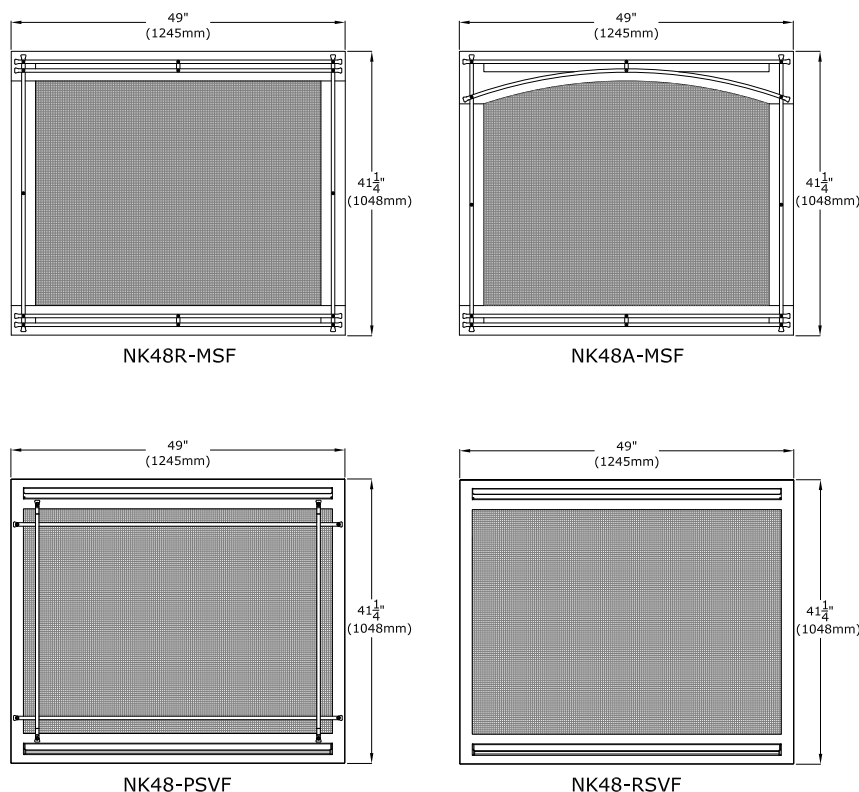
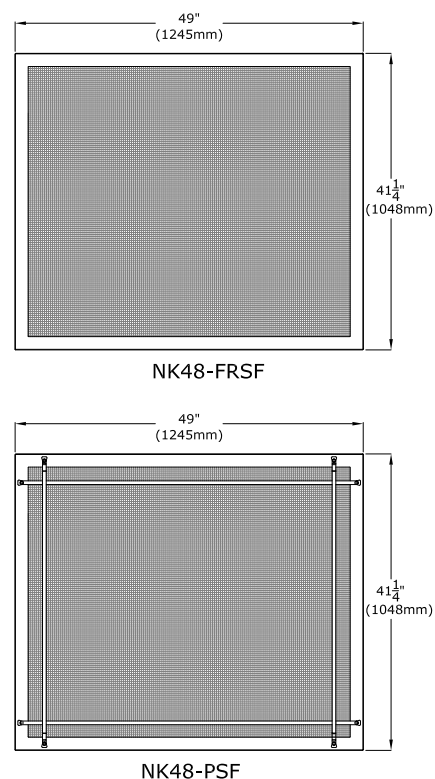

Figure 2.2 - Écrans pare-étincelles
Figure 2.3 - Écrans pare-étincelles
IMPORTANT : L'utilisation des écrans NK48-PSF et NK48-FRSF (Figure 2.3) est approuvée SEULEMENT lorsque le foyer Nordik 48 DV est installé avec un kit Komfort Zone approuvé (kit KZK-045).
Les (4) écrans pare-étincelles de la Figure 2.2 sont approuvés pour toutes les options d'installation.
- L'installation standard sera décrite aux sections du manuel marquées «Installation standard» et doit être suivie si aucune option d'installation (kit Komfort Zone) n'est utilisée. La hauteur minimum du plafond et de l'enceinte du foyer doit être de 80 po (2032 mm) pour une installation standard. Seuls les écrans pare-étincelle de la Figure 2.2 sont permis pour cette option d'installation.
- Le kit Komfort Zone (KZK) permet de redistribuer la chaleur radiante à travers le(s) plénum(s). Ceci permet d'avoir des matériaux de façade combustibles au-dessus du foyer, de réduire la chaleur pour une télévision au-dessus du foyer et de réduire les dégagements du manteau du foyer. Voir la Section 4.0 Système de distribution de chaleur. Si vous installez un kit Komfort Zone (KZK-045), les exigences d'encadrement peuvent différer des dimensions d'encadrement standard de cette section. Veuillez consulter le manuel fourni avec votre kit, avant de faire l'encadrement du foyer et toutes autres considérations d'installation. La hauteur minimum du plafond et de l'enceinte du foyer doit être de 86 po (2184 mm) pour l'option du kit Komfort Zone (KZK). Les écrans pare-étincelles de la Figure 2.2 sont permis pour l'installation standard ou en utilisant un Kit Komfort Zone approuvé, alors que les écrans pare-étincelles de la Figure 2.3 ne sont permis qu'avec un kit Komfort Zone approuvé.